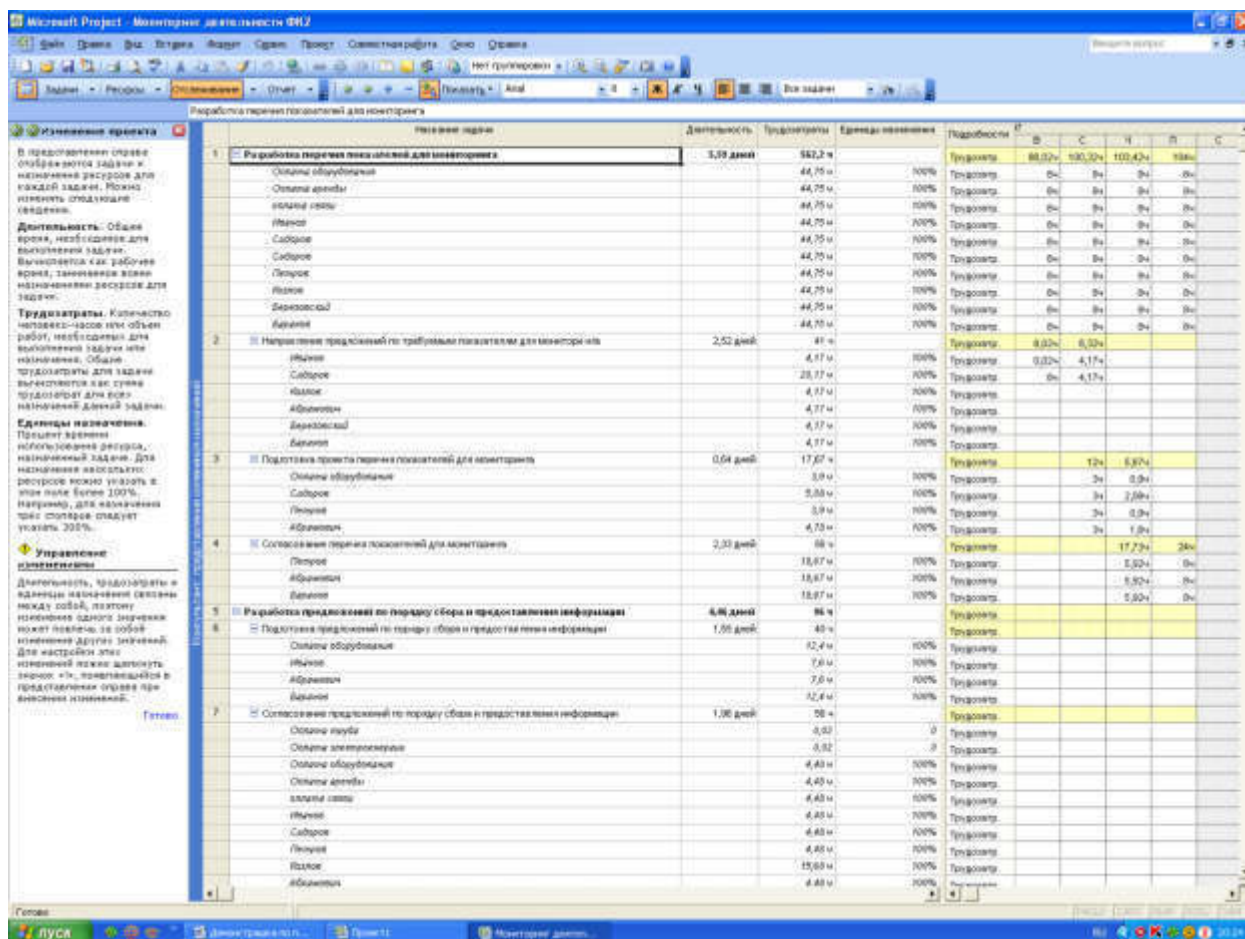

Рис. 50. Фрагмент процедуры внесения изменений в проект
- единицы назначения, показывают процент времени использования ресурса, назначенный задаче. Для назначения нескольких ресурсов можно указать в этом поле более 100%. (См. рис. 50).